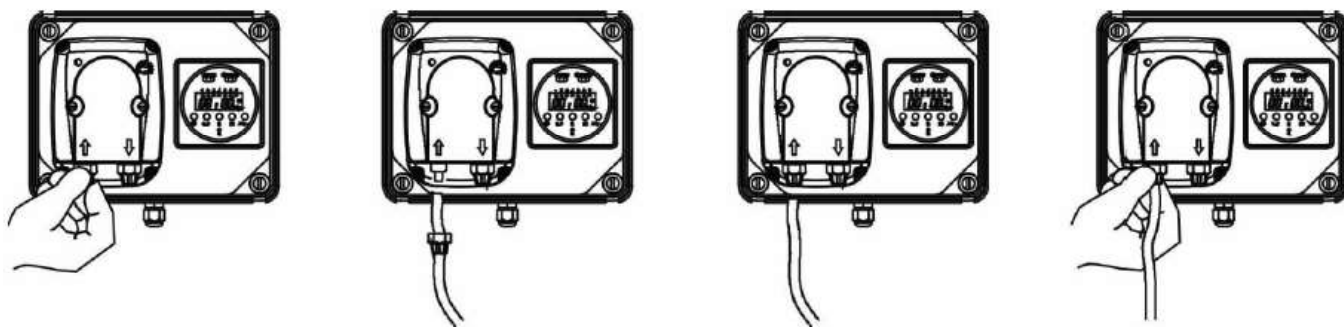

Рис. 4
1. Отсоединить пины от сетевой розетки или отключить питание двухполюсным выключателем с минимальным расстоянием между контактами 3 мм (Рис. 4)